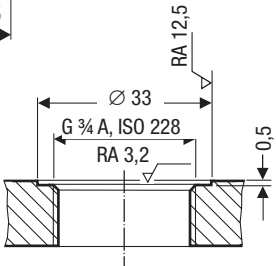

Fig. 4
- De afdichtingoppervlakken van de schroefdraadsokken of flensdeksel moeten conform **fig. 4** in een technisch optimale conditie verkeren!
1. Afdichtende vlakken controleren. **Fig. 4**
2. Meegeleverde afdichtingring **5** op het afdichtoppervlak van de schroefdraadaansluiting of het flensdeksel plaatsen. **Fig. 4**